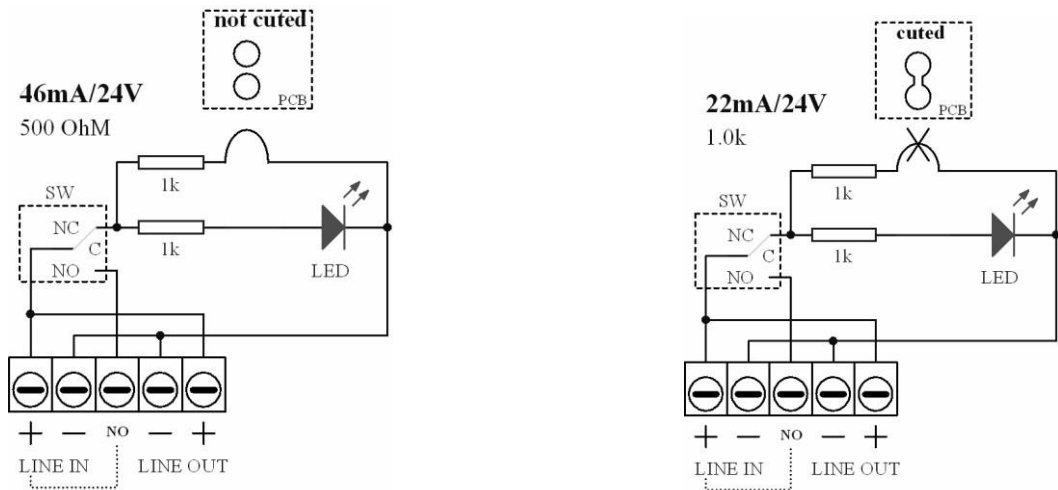

Fig. 1
- Connecter les câbles électriques selon le schéma (fig. 1)